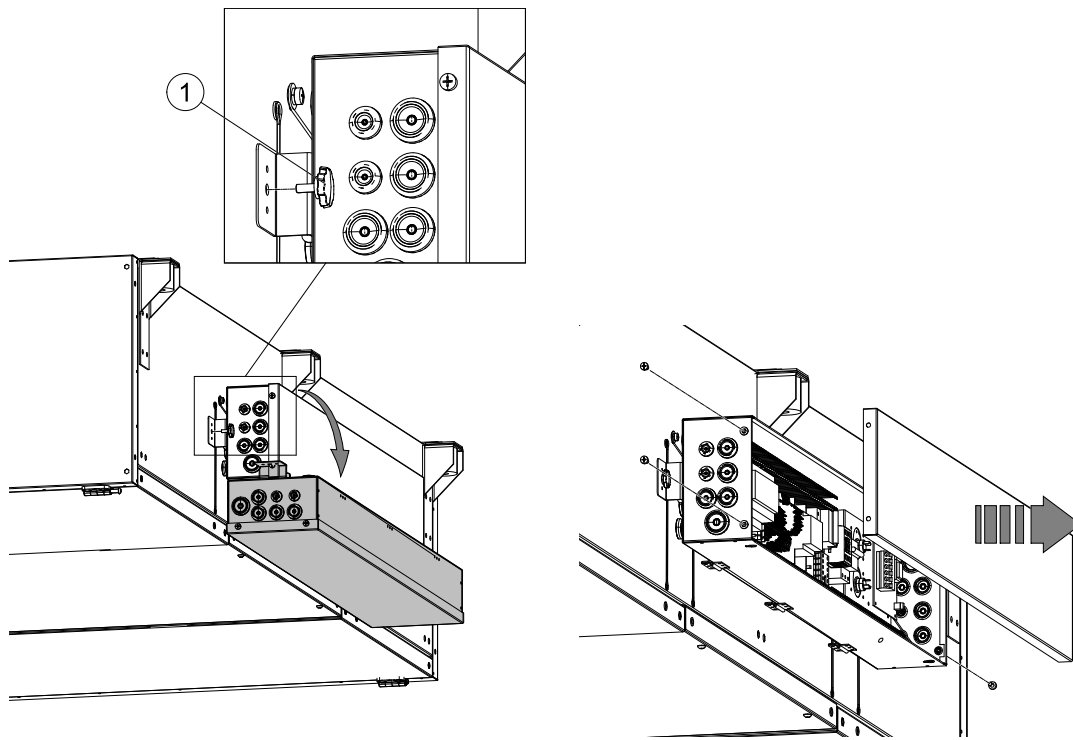

Fig. 9
Tous les raccordements électriques sont réalisés dans le boîtier électrique situé sur le côté long de la centrale. Pour faciliter l'accès, le boîtier électrique peut être plié vers le bas en dévissant la bague de fixation (figure 9, pos 1). La trappe se retire en dévissant les quatre vis (figure 9).